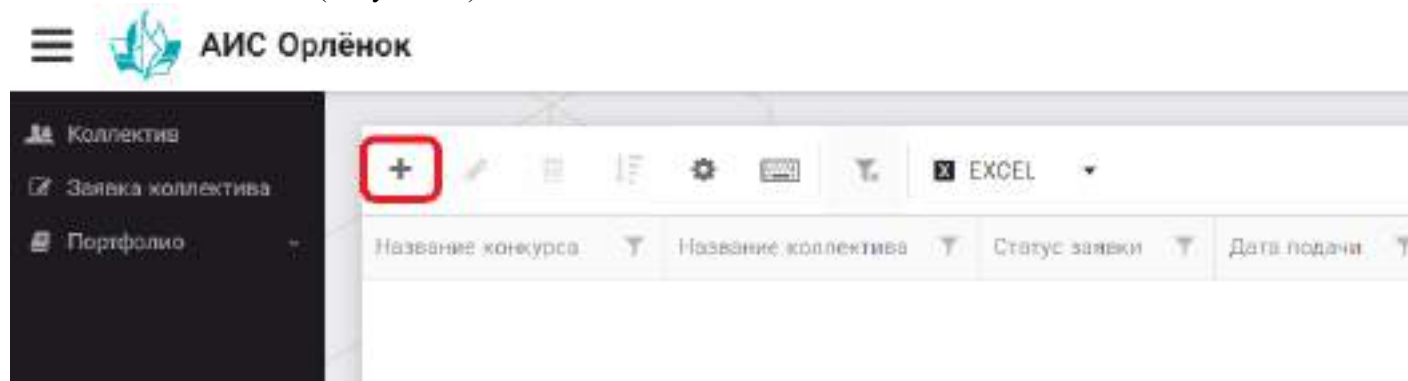

Рисунок 31 – Раздел с заявками коллектива
2. Нажав на пункт меню «Заявка коллектива», в центре экрана появится белое поле с панелью управления и столбцами. Здесь будут находиться все созданные заявки. В этом разделе вы сможете проверить правильность оформления вашей заявки, а также следить за статусом заявки. Для создания новой заявки необходимо нажать «+» (Рисунок 31).